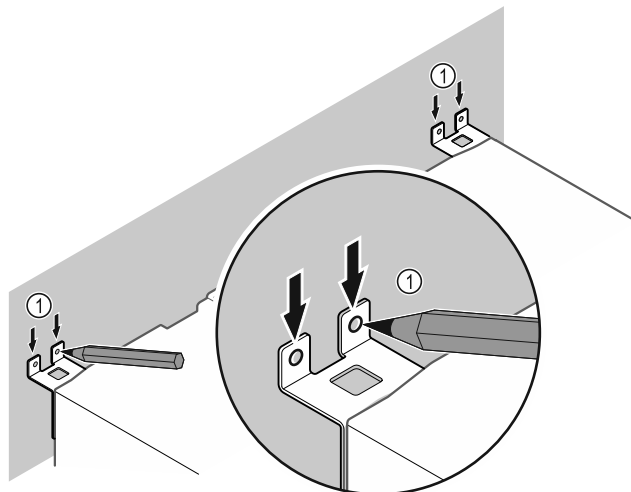

Fig. 13
- ▶ Поставете маркировки на стената Fig. 13 (1).